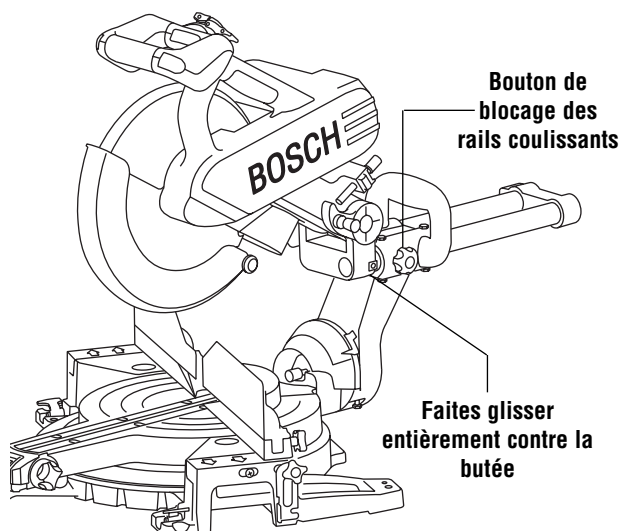

Figure 26. Coupe de fente
1. Faites glisser la tête vers l'arrière aussi loin que possible (Figure 26).
2. Serrez le bouton de blocage des rails coulissants (Figure 26).